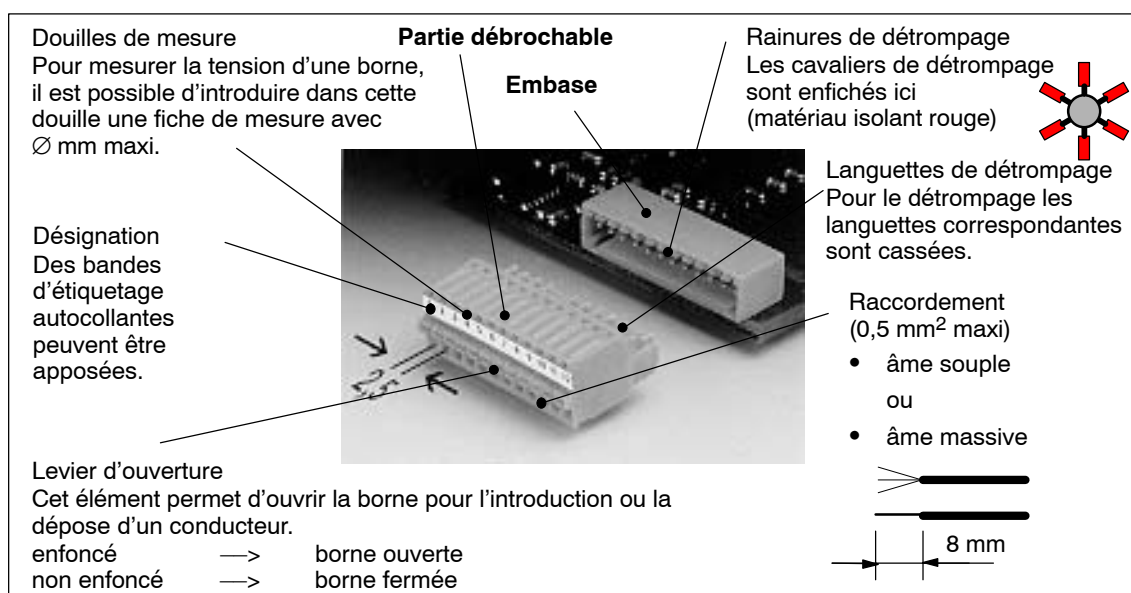

Fig. 2-5 Connecteur de forme compacte (miniconnecteur)
- Raccordement des conducteurs (voir fig. 2-5) :
- Détrompage (voir la figure 2-5) :